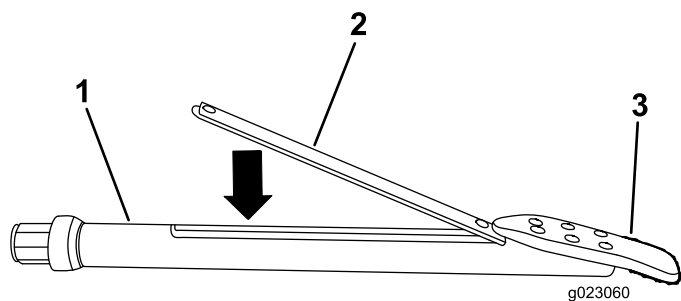

Figura 76
3. Introduza o transmissor no alojamento com a extremidade dianteira voltada para a pá de perfuração (Figura 76).